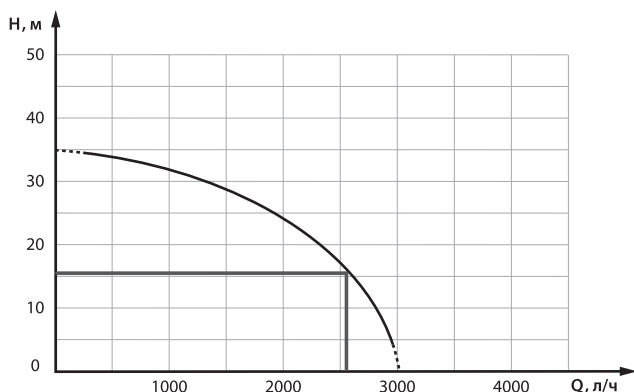

Рис. 1.3. График зависимости напора от производительности поверхностных насосов.
4. На графике (рис. 1.3) зависимости напора от производительности насоса находим величину расхода, она составляет примерно 43 л/м.